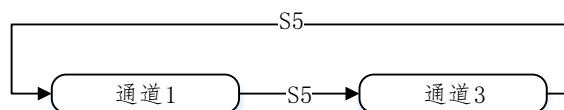

图 6 通过 S5 切换通道
- **S5：**定义为电压通道切换按键，在电压界面下，按下 S5 切换显示通道 1 和通道 3 电压测量结果，切换模式如图 6 所示。